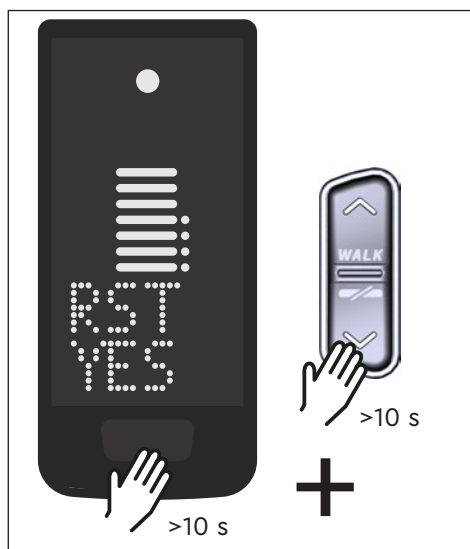

Fig. 10: Restablecer la configuración de fábrica
- ▶ Mantenga pulsado el botón de control en la Display y el botón de control ABAJO en el mando a distancia durante al menos 10s, primero aparece el modo de configuración y luego RESET (véase Fig. 10).